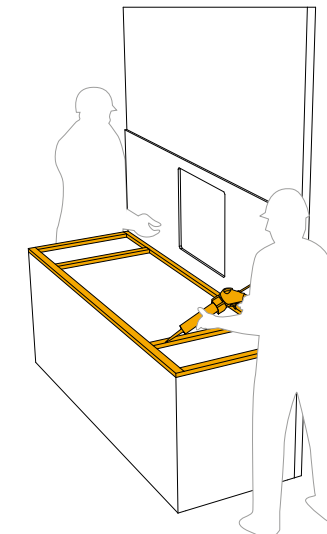

Abb.2
- Die Arbeitsplatte vertikal gegen die Außenseite der Konstruktion lehnen (Abb. 2).